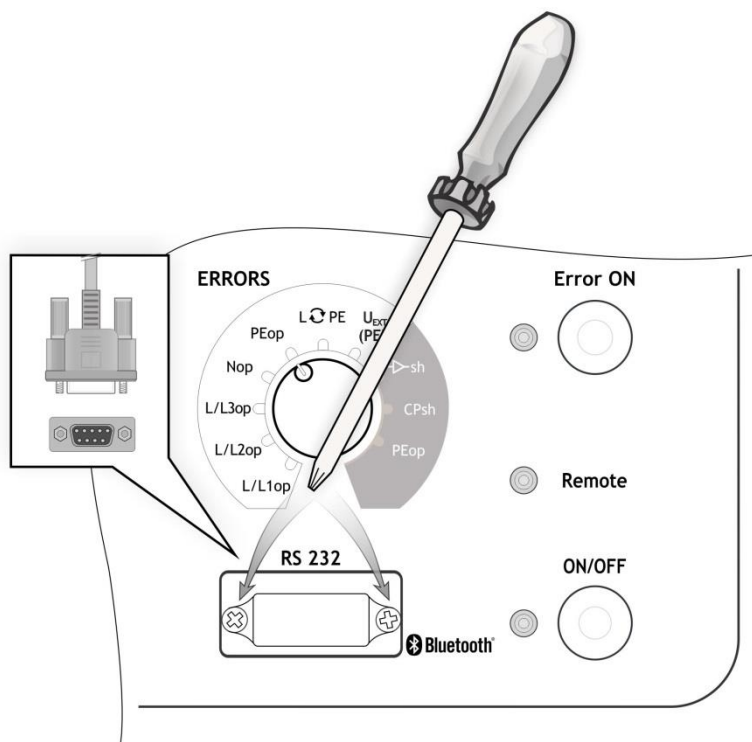

Abbildung 6.1: Upgraden des Adapters
- › Lösen Sie zwei Schrauben (wie in *Abbildung 6.1* angegeben) und entfernen Sie die Schutzabdeckung des RS 232-Anschlusses.